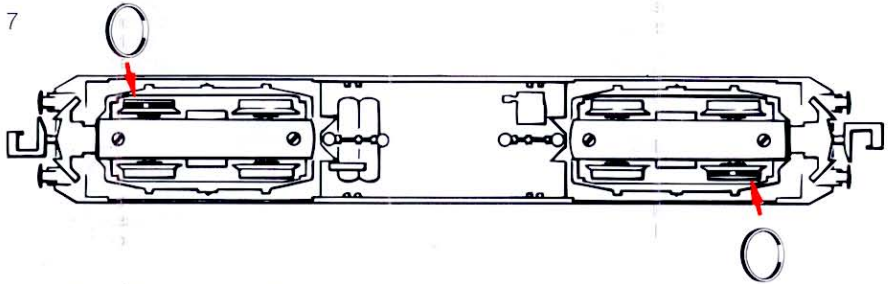

Fig. 8
5. Kohlebürstenwechsel: Lokgehäuse abnehmen (Fig. 2). Danach werden die **Kohlebürsten** bzw. der Motor ausgetauscht (Fig. 8). ↷ Zusammenbau
5. Carbon Brush Changing: First **remove** loco body (fig. 2), and then replace the **carbon brushes** or the **motor** (fig. 8). ⇨ *Assembly*
5. Remplacement des balais du moteur: Démontez la caisse (voir fig. 2). Démontez ensuite le moteur et échangez les balais ou le moteur (fig. 8). ⇨ *L'assemblage*